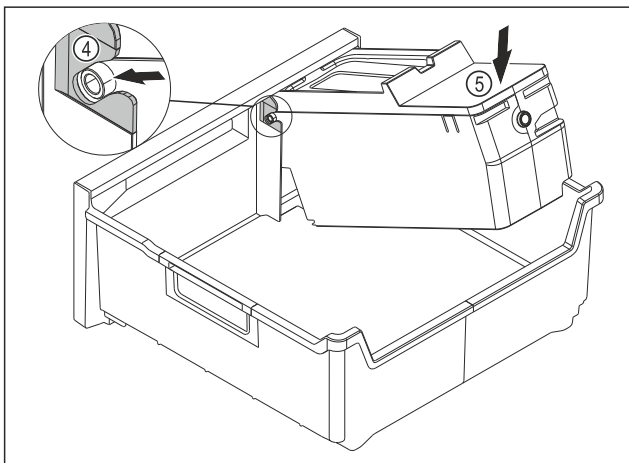

Fig. 83
- ▶ Montáž korpusu EasyTwist-Ice: Osy korpusu EasyTwist-Ice zasuňte do vedení Fig. 83 (4).
- ▶ Stlačte korpus EasyTwist-Ice Fig. 83 (5) vzadu dolů.